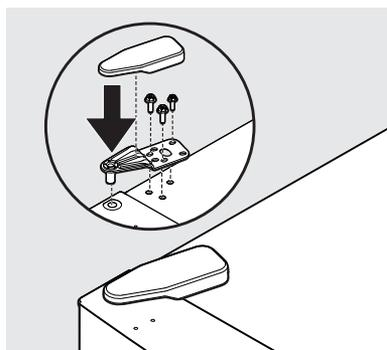

figura 7
13. Instale la bisagra superior con los tres tornillos 5/16". Vuelva a colocar la tapa de la bisagra. Enchufe el cable de alimentación eléctrica (consulte la figura 7).